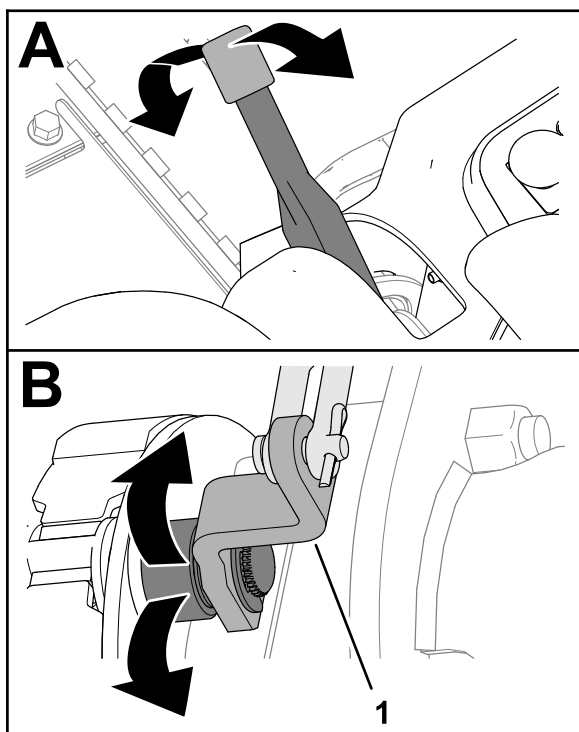

Figura 83
2. Deplasai maneta frânei de parcare în sus i în jos pentru a verifica dacă pârghia camei de frânare se deplasează în mod liber (**Figura 83**).